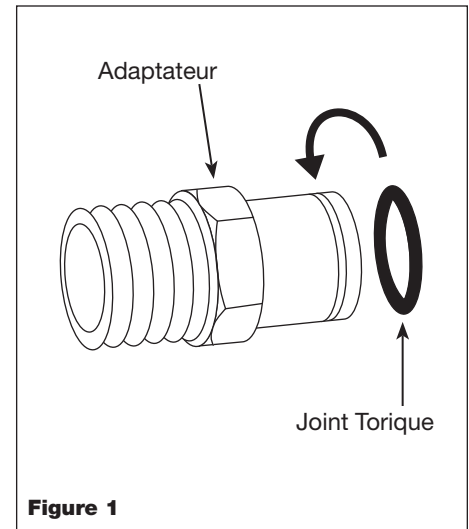

Figure 1
INSTALLATION MÉCANIQUE (VOIR LES FIGURES 1 À 4.)
3. Installer le joint torique dans la rainure de l'adaptateur (Voir Figure 1).